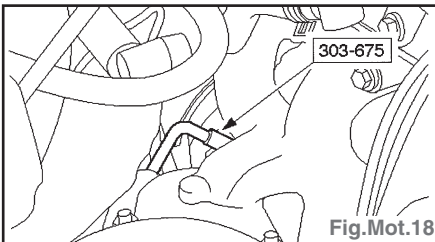

Fig.Mot.18
- Tourner le moteur à 50 degrés avant le point mort haut (PMH) et insérer l'outil spécial dans l'orifice du capteur de position de vilebrequin (Fig.Mot.18).